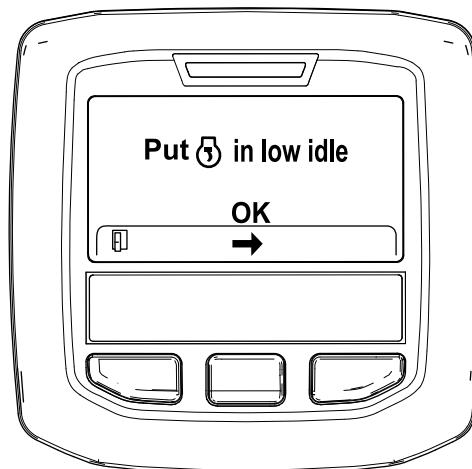

図 30
6. スロットルコントロールを低速アイドル位置にセットして、中央ボタンを押す図 30。